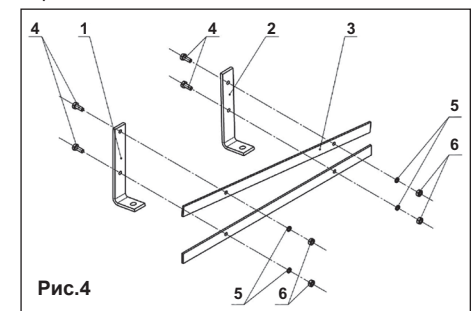

Рис.4
2. Используя болты **4**, шайбы **5** и гайки **6** собрать две лопасти как показано на рис.4. Затяжку болтовых соединений произвести от руки.